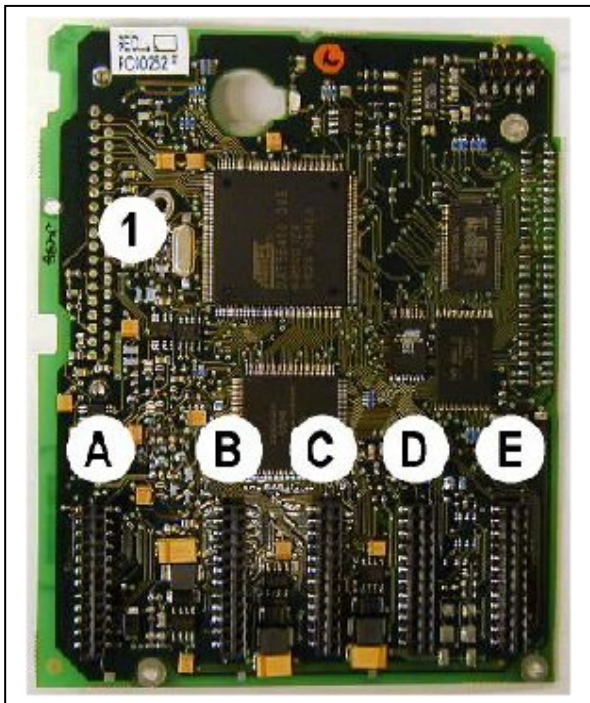

Рис. 6-7. Плата управления
Блок управления инвертора состоит из платы управления и дополнительных плат (см. Рис. 6-7 и рис. 6-20), для установки которых на плате управления предусмотрено пять гнезд (А–Е). Плата управления подключается к силовому блоку посредством разъема D (1).